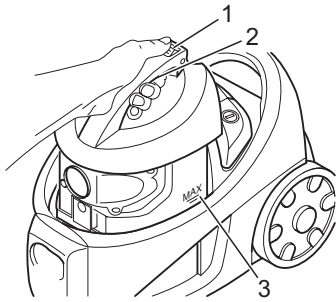

Abb. 16
■ Leeren Sie den Staubbehälter spätestens dann, wenn die Staubbehälter-Reinigungsanzeige (Abb. 1/18) aufleuchtet, die „Max“-Markierung (Abb. 16/3) erreicht ist oder die Saugwirkung nachlässt.
Die Verriegelung (Abb. 16/2) im Tragegriff verhindert das versehentliche Lösen des Staubbehälters beim Transportieren des Gerätes. Wenn Sie den Staubbehälter entnehmen, darf die Verriegelungstaste nicht gedrückt sein.
1. Drücken Sie die Entriegelungstaste (Abb. 16/1) und heben Sie den Staubbehälter nach oben aus dem Staubsauger.